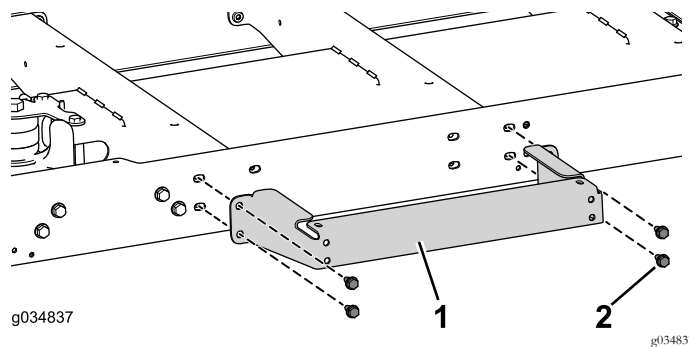

Figura 78
1. Utilize os quatro parafusos (5/16 x 3/4 pol.) para instalar sem apertar o suporte da plataforma no canal central (Figura 78).